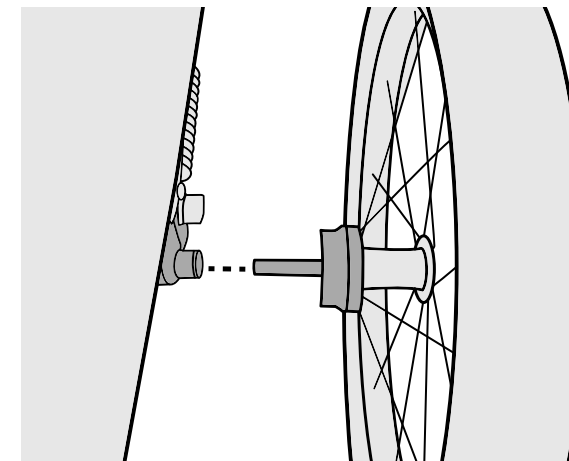

Figure 6
2. Insérez l'axe de roue dans le récepteur d'axe, puis relâchez le bouton. Tirez fermement sur la roue pour confirmer que l'axe est entièrement engagé (Figure 6).